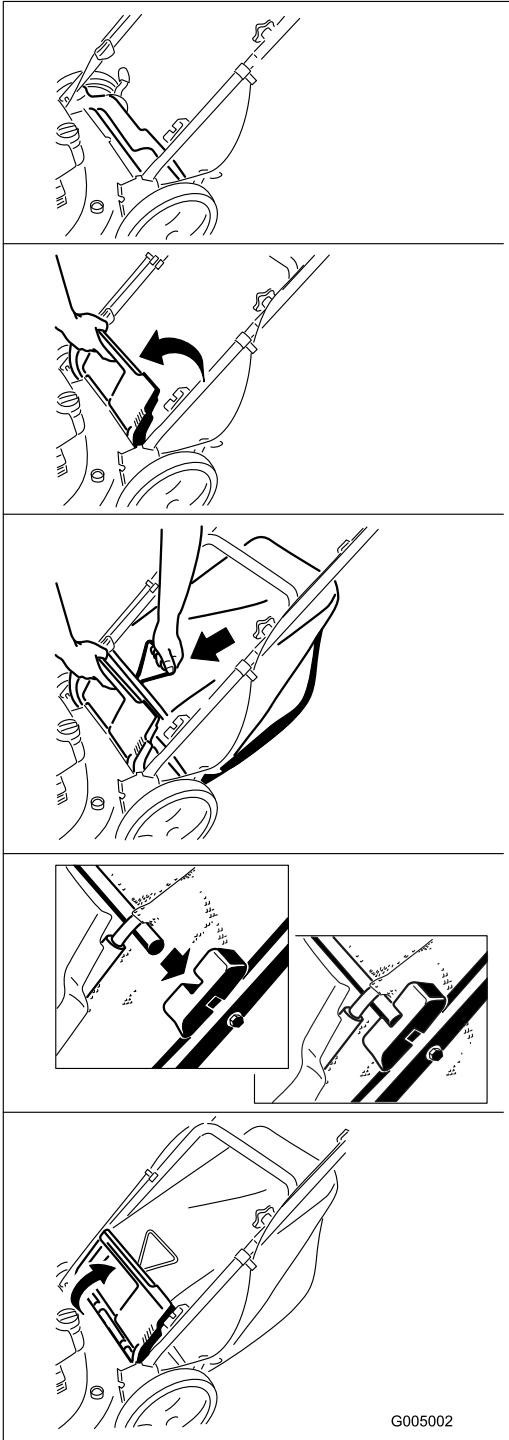

Figure 27
- Installez le bac à herbe (Figure 27).